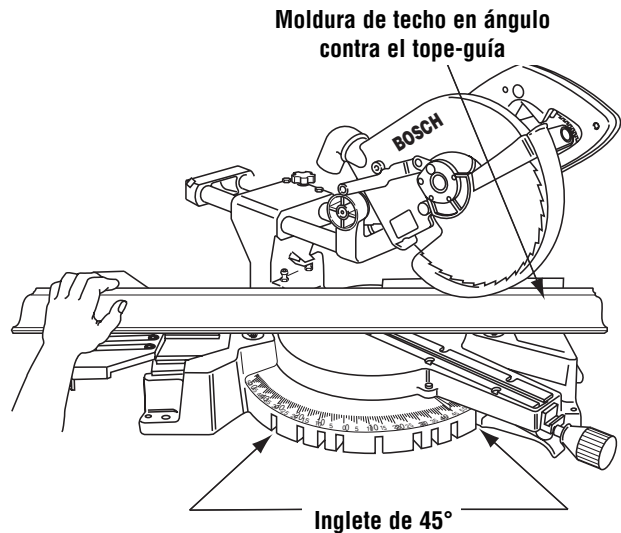

Figura 35. Moldura de techo en ángulo respecto a la mesa y al tope-guía
2. Ajuste el ángulo de inglete usando el cuadro 1. Apriete el pomo de fijación de inglete (Figura 35).